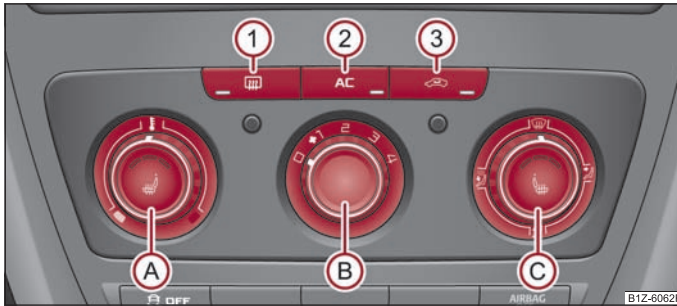

Fig. 82 Climatic: Elementele de comandă
- Rotiți regulatorul rotativ (A) ⇒ fig. 82 spre dreapta pentru a mări temperatura.
- Rotiți regulatorul rotativ (A) spre stânga pentru a reduce temperatura.
- Apăsăți tasta (AC) (2) ⇒ fig. 82. Lampa de control din tastă se va aprinde.
- Apăsând încă o dată pe comutatorul (AC) instalația de răcire se va opri. Lampa de control din tastă se stinge.
- Apăsați tasta  (3) ⇒ pagina 71, fig. 82, lampa de control din tastă se aprinde.
Când regulatorul  se află în poziția  ⇒ pagina 71, fig. 82, recircularea aerului este oprită automat. Prin apăsarea repetată a tastei  puteți porni recircularea aerului și în această poziție.